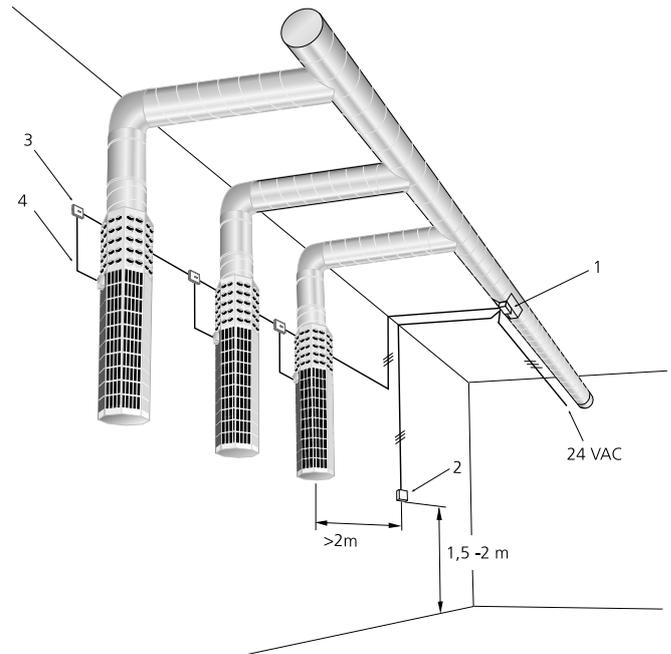

Abbildung 2. BOC mit VHC.
VHC. Die Steuereinheit (1) stellt motorgesteuerte Luftauslässe um, die sowohl für untertemperierte als auch übertemperierte Zuluft vorgesehen sind. Der steuernde Parameter ist der Temperaturunterschied zwischen der Zuluft und der Raumluft, siehe Abbildung 2.
Erklärungen zu Abbildung 2: